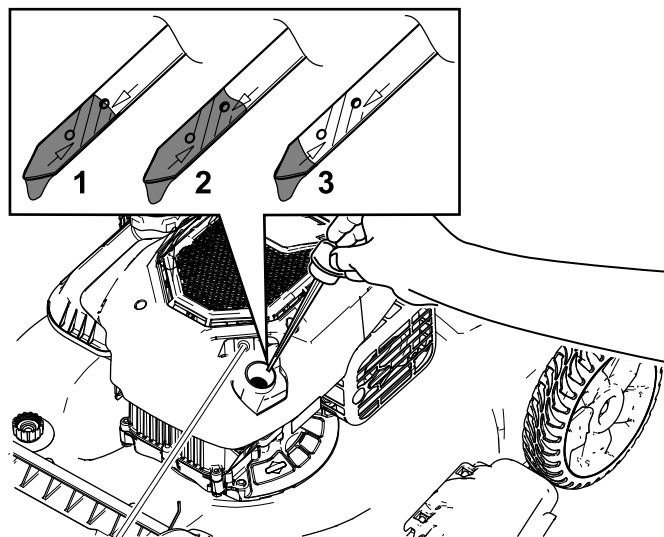

Figure 21
- Tournez le bouchon dans le sens antihoraire et sortez la jauge (Figure 21).
10. Vérifiez le niveau d'huile indiqué par la jauge (Figure 21).